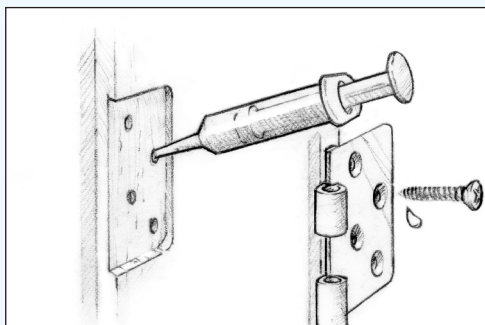

Figure 15 Imprégner un avant-trou standard et placer la fixation
1. Imprégnez un avant-trou de taille standard et faites bien pénétrer le mélange résine/durcisseur dans le trou avec une cure-pipe ou une seringue (*Figure 15*). Épaississez une seconde couche d'époxy autant que nécessaire pour les trous au filetage arraché ou les trous surdimensionnés.